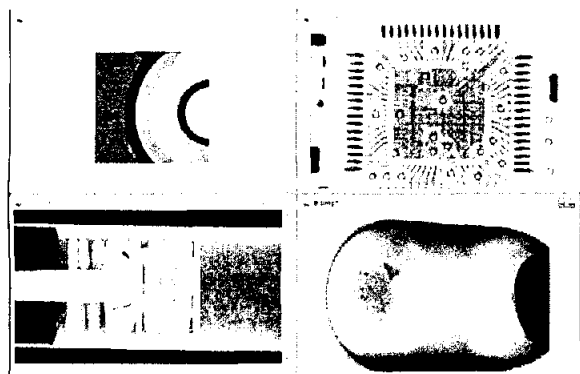

図5 画面中央の複数の画像
④画面中央の広いスペースには、図5のように、複数枚の画像を並べて表示可能である。画像の拡大、縮小、等倍表示といったユーザーが画像を観察するために必要な機能を簡単に使用することも可能である。